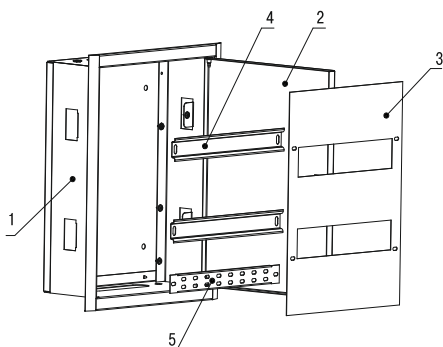

Рисунок 1
4.1 Корпус металлический ЩРв IP31 TREND серии Home (рисунок 1) состоит из оболочки (1) с открывающейся дверью (2), панели (3), Т-образных направляющих ТН35-7,5 (ГОСТ ИЕС 60715) (4) и реек под шины (5).